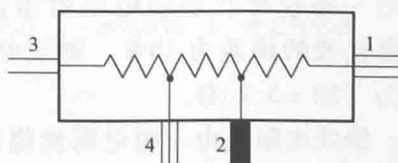

图 1-12 不连续可变电阻的电路符号
1) 可变电阻可分为不连续可变电阻和连续可变电阻。不连续可变电阻的阻值变化是不连续的，这种电阻有几个固定的阻值可以选择。比如，有的电阻可以在 10Ω 、 30Ω 和 50Ω 中选择任意一个阻值。不连续可变电阻的电路符号如图 1-12 所示。